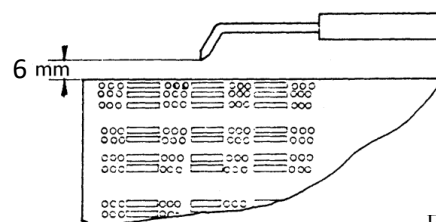

Fig. 2
- Controllare la posizione dell'elettrodo di accensione (Fig. 2).